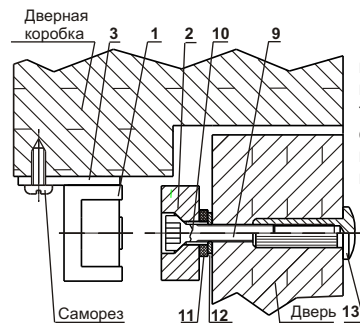

Рис.2
4. Крепление якоря к двери показано на рис.2.